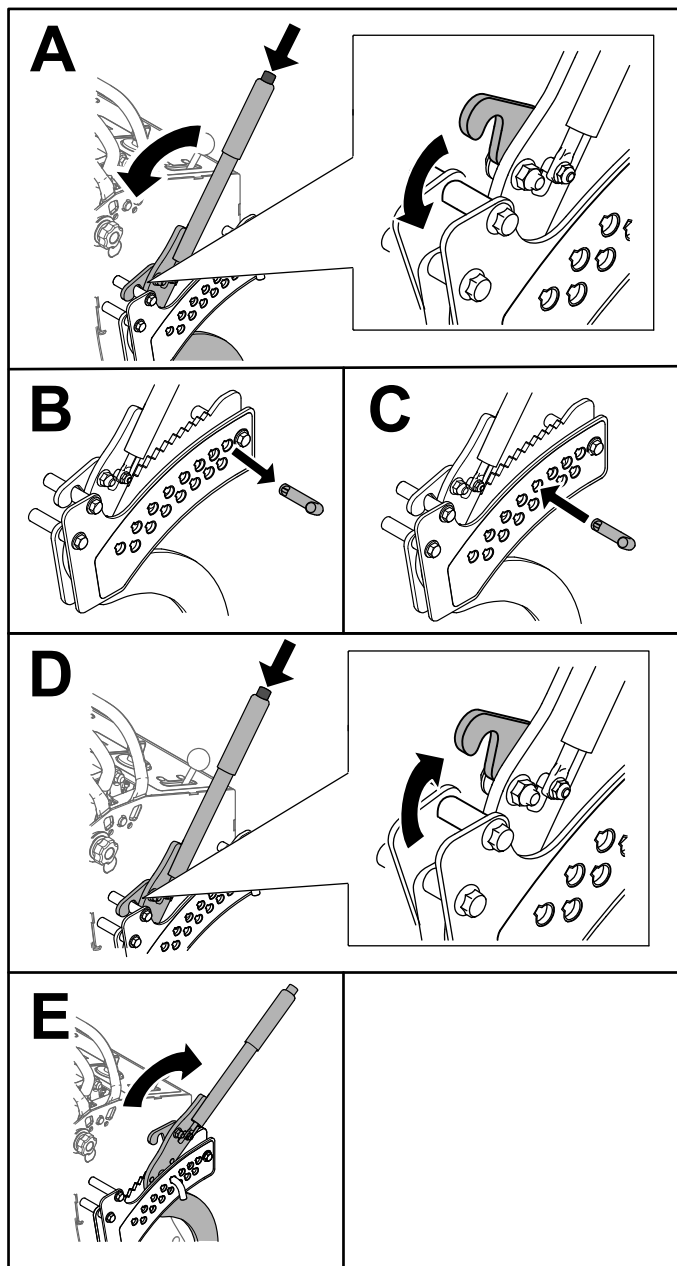

Figuur 21
2. Beweeg de rijhendels langzaam naar achteren (Figuur 21).